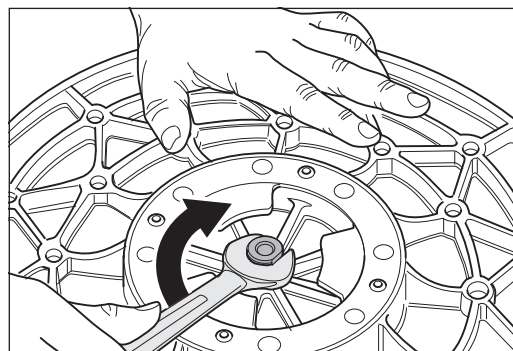

Fig. 36 ¡Para extraer el mandril de centraje, girar **en el sentido de las agujas del reloj** (ROSCA IZQUIERDA)!
- 2 ¡Gire el mandril de centraje con una llave de boca o poligonal **en el sentido de las agujas del reloj** extrayéndolo del plato (ROSCA IZQUIERDA; fig. 36)!